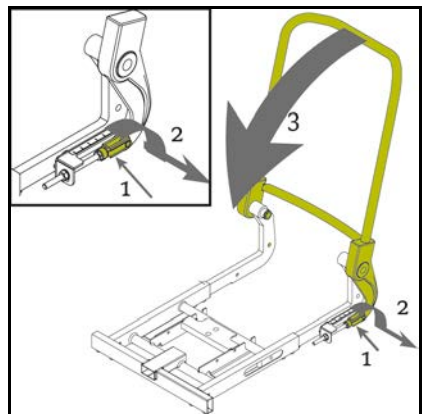

Abb. 3.6
1. Ziehen Sie den Federstecker von der Stellstange (Abb. 3.6).
2. Ziehen Sie den Federstecker aus der Scharnierverbindung (Abb. 3.6).
3. Klappen Sie die Rückenlehne herunter (Abb. 3.6).